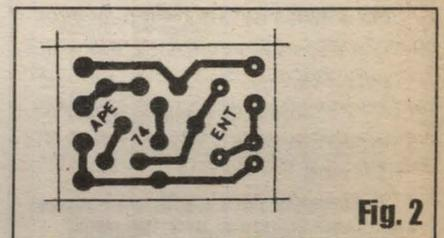

Fig. 2
**- FIG. 2 - LAY OUT DO CIRCUITO IMPRESSO ESPECÍFICO** - Muito pequena, a plaquinha pode ser feita com qualquer retalhinho de fenolite virgem encontrado aí pela sucata do caro leitor/